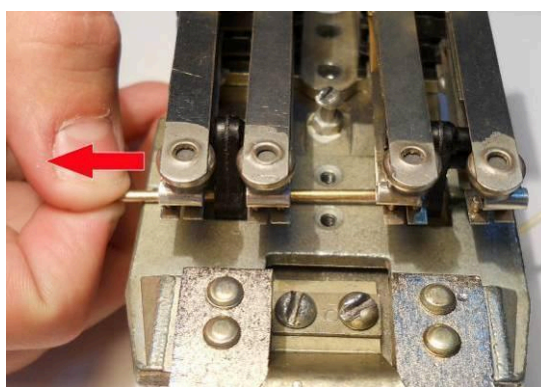

Рис. 105
- выньте ось из тяг (рис.105);